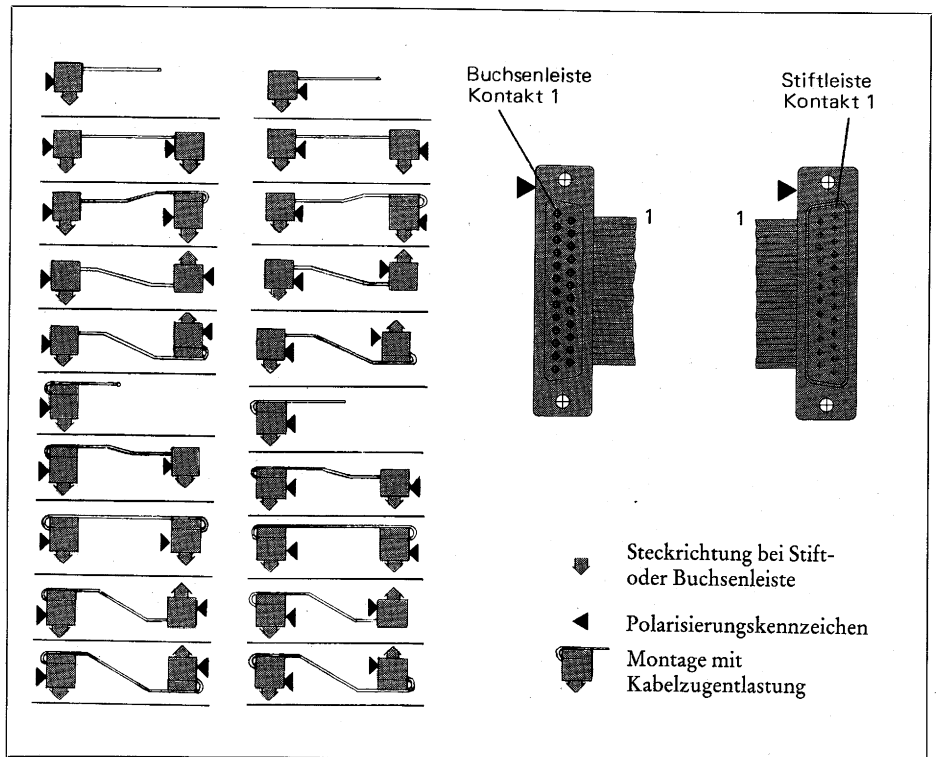

Bild 5 Verschiedene Einsatzmöglichkeiten der Steckverbinder SBM 383 hinsichtlich Steckrichtung, Polarisierung und Montage mit oder ohne Kabelzugentlastung
6. Steckrichtung, Polarisierung und Montage mit oder ohne Kabelzugentlastung (Bild 5)